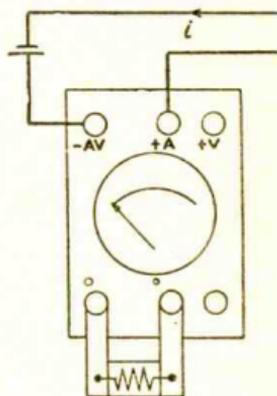

Abb. 1
1. Strommessung. (Vgl. S. 1 Abb. 1).